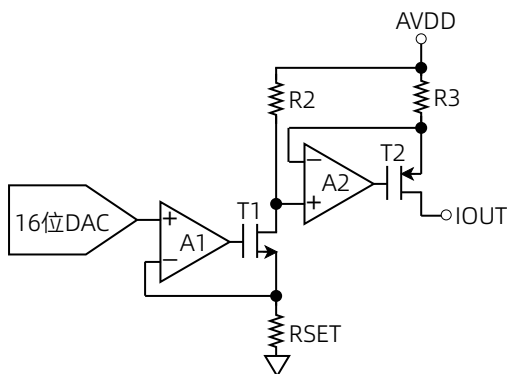

图 32 电压电流转换电路
来自 DAC 的电压输出被转换为电流（参见图 32），然后镜像到电源轨，以便实现相对于地的电流源输出。
- 由于负载开路或电源电压不足导致 IOUT 端口电压上升超过合规电压时， $\overline{\text{FAULT}}$ 管脚将被激活。IOUT 电流由一个 PMOS 晶体管和内部放大器控制（参见图 32）。PMOS 管栅端电压与内部放大器的地电位压差接近 1V 时触发报警。由于比较是在输出放大器的反馈回路中进行的，输出精度由其开环增益保证，并且在 $\overline{\text{FAULT}}$ 输出激活之前不会发生输出误差。
RSET 作为内部检测电阻，是电压到电流转换电路的一部分（参见图 32）。输出电流的温漂特性取决于 RSET 的温漂结果。为了提高输出电流温漂性能，可以在 CM7552 的 RSET 管脚上连接一个 15k Ω 的精密低温漂外部电阻，以代替内部电阻 (RSET)。可通过控制寄存器选择外部电阻（参见表 11）。